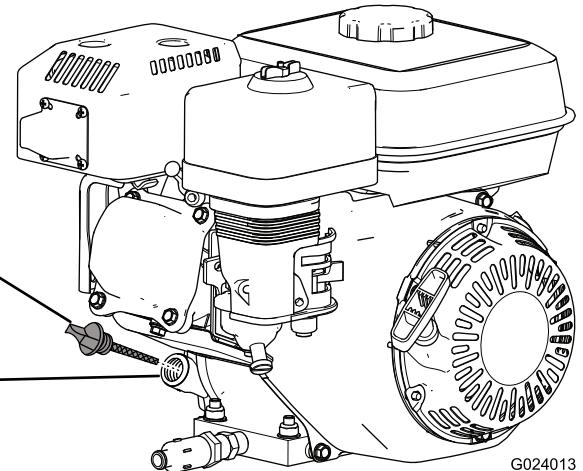

図 18
2. エンジンを停止し、冷えるのを待ってオイルフィルタのキャップ兼ディップスティックの周囲をきれいにする図 18。